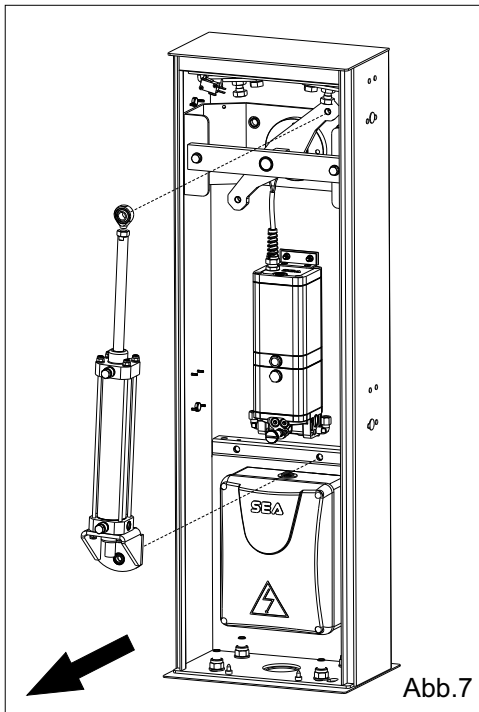
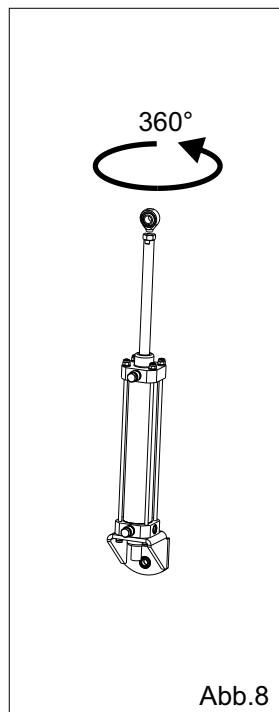
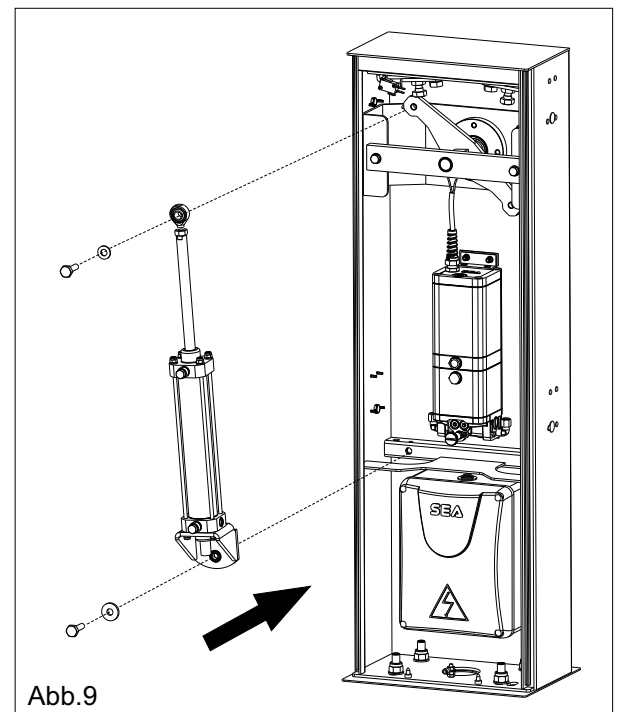

Abb.7
Abb.8
Abb.9
Handelt es sich um eine Schranke mit Öffnung rechts den Kolben von rechts nach links ummontieren (Abb.7 und Abb. 9) durch 360° Drehen des Kolbens um sich selbst (Abb.8)
**Hinweis:** Vor Reversierung des Kolbens die zwei Anschlüsse der Verbindungsrohre zwischen hydraulischer Einheit und hydraulischem Kolben um eine halbe Drehung lockern, um die Reversierung zu vereinfachen (nur auf der Einheit), wie in Abb. 7, und darauf achten, keine Verengungen auf den Schläuchen (in den Abbildungen nicht sichtbar) zu verursachen. Nachdem der Kolben ummontiert wurde dessen Befestigungsschrauben anziehen und alles mit Fett schmieren (DIN 51502 KP 2 N-20 - K 2 K-20 Fett benutzen).
**Hinweis:** Für die richtige Ausbalancierung der Schrankenbaums wird empfohlen, den Kolben aus dem Schwinghebel auszuhängen indem man den Stift, wie in Abb. 7 herauszieht.